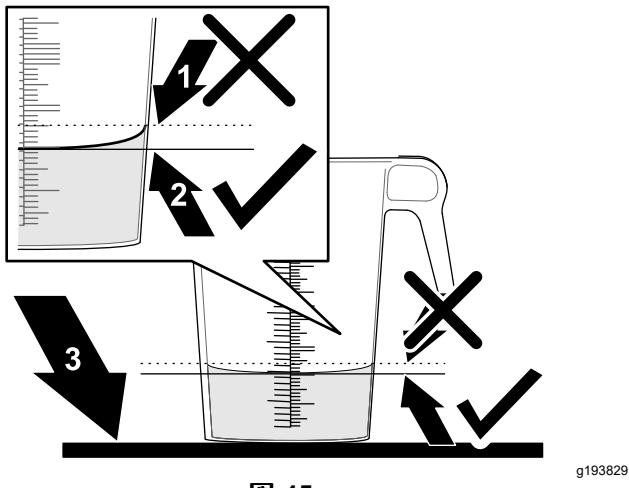

図 45
- 目盛付き容器を水平な場所において回収された水量を調べる図 45